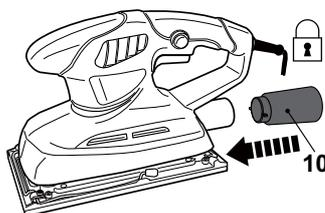

Fig. 13
- > Alignez l'adaptateur d'aspirateur (10) sur les rainures de la sortie d'extraction de poussière (6) et introduisez-le jusqu'à la butée (Fig. 13).